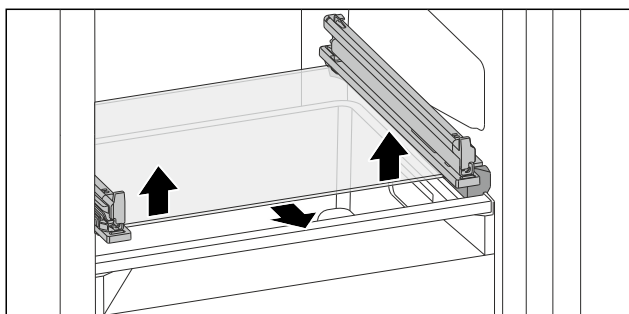

Fig. 108 Skleněná deska odklápěcí zásuvky
- Vytlačte skleněnou desku zdola na obou stranách nahoru. (viz Fig. 108)